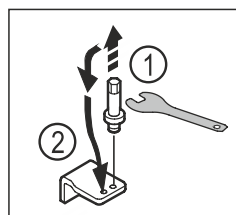

Fig. 21
- ▶ Deșurubați și demontați bolțurile de pe suportul inferior de lagăr cu cheia cu hexagon exterior SW5. Fig. 21 (1)
- ▶ Montați bolțurile pe partea opusă. Fig. 21 (2)